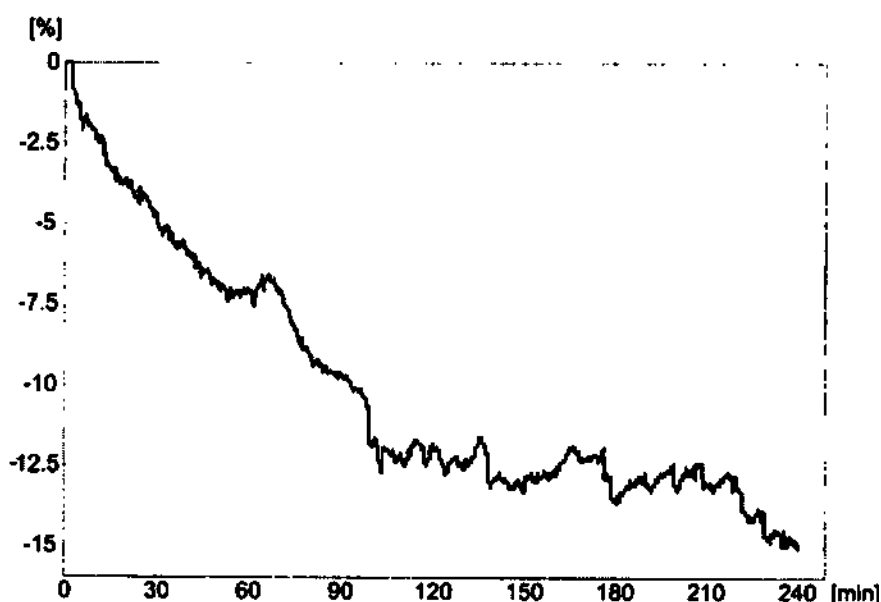

Рис. 11-18 Динамика относительного объема крови (в %) во время терапии (время в минутах)
(Дополнительный) датчик гематокрита (см. раздел 11.4 Контроль гематокрита (датчик НСТ) (285)) регистрирует значения относительного объема крови (коэффициент дельта объема крови в %) с периодичностью в 10 секунд. bioLogic Fusion использует эти значения для расчета наклонов за последние 10 минут динамики RBV (Рис. 11-18), чтобы контролировать нарастание снижения RBV.